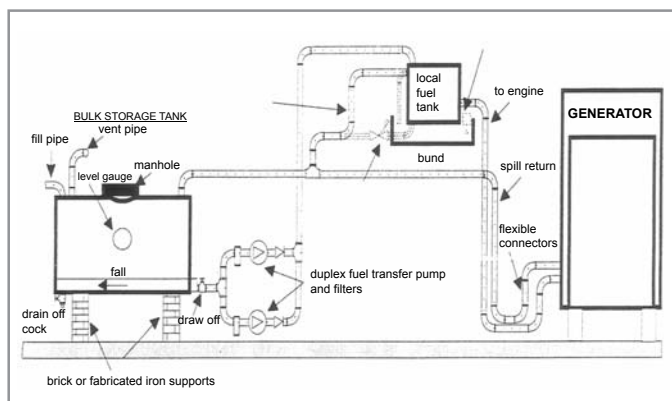

Рис. 6.2. С промежуточным топливным баком
6.6. Установка с промежуточным топливным баком (Рис. 6.2)
случай выхода из строя основного насоса. Перекачивающие насосы должны быть рассчитаны на подачу полного объема топлива, необходимого для двигателя, то есть, из расчета объема потребляемого топлива и объема возврата из-за перелива (Рис. 6.2.).
Детали подсоединения указанного оборудования показаны на Рис. 6.2.